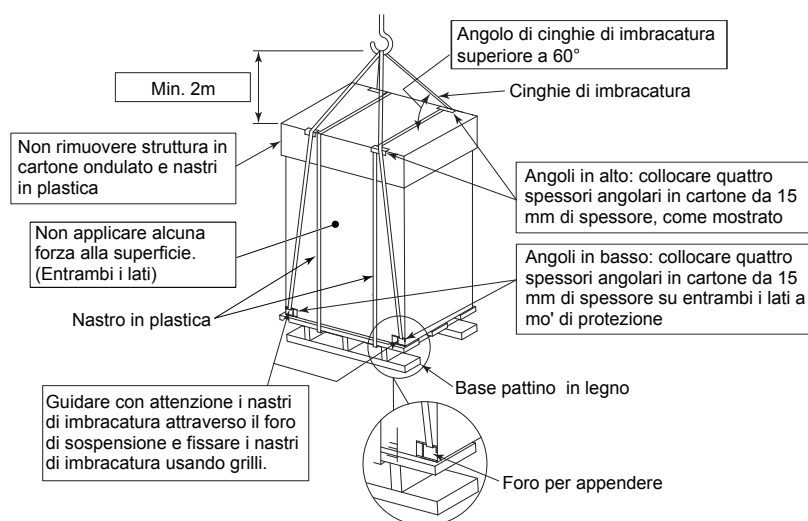

Figura 4.1 Unità in sospensione su base a slitta in legno per il trasporto
- (1) Sospendere l'unità (con base a slitta in legno) nel suo imballaggio con due cinghie di imbracatura come mostrato nella Figura 4.1.
- (2) Non usare filo di sutura.
- (3) Assicurarsi che l'unità sia bilanciata.
- (4) Garantire la sicurezza mentre si solleva delicatamente l'unità per evitare che l'unità si ribalti.